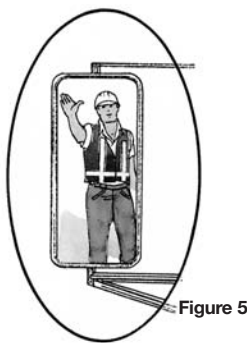
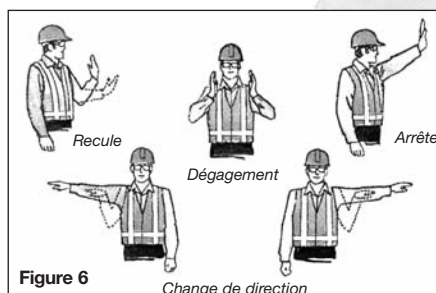

Figure 5
Figure 6
La personne qui dirige le conducteur doit bien voir le trajet à parcourir par le véhicule, la machine ou la charge, et doit pouvoir surveiller les portions de ce véhicule, de cette machine ou de cette charge que le conducteur ne peut pas voir. La personne qui dirige le conducteur doit constamment regarder ce dernier, et le voir clairement, en tout temps pendant que le véhicule ou la machine se déplace (figure 5), et doit pouvoir communiquer avec le conducteur au moyen de signaux normalisés de la main, faciles à comprendre (figure 6). La personne qui dirige le conducteur doit avertir les autres ouvriers au sol de l'arrivée d'un véhicule ou d'une machine, et doit avertir le conducteur de tout danger le long du trajet.
- Apprenez et utilisez les signaux normalisés de circulation sur le chantier (figure 6).